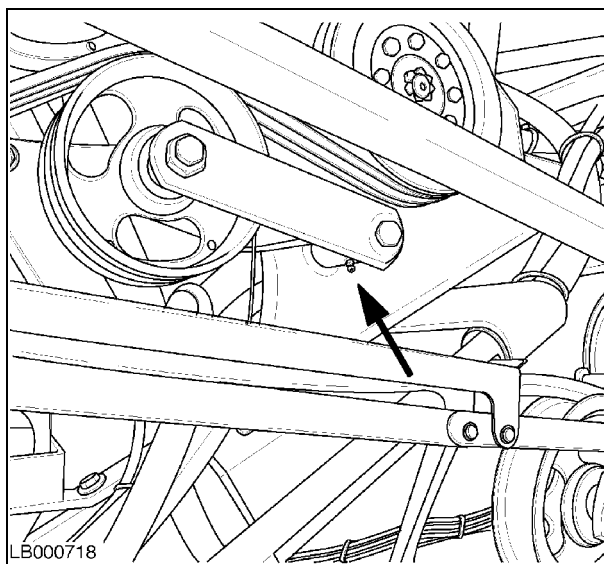

Рис. 48
**40. Рычаг натяжного устройства ремня гидростатического насоса - Рис. 48**